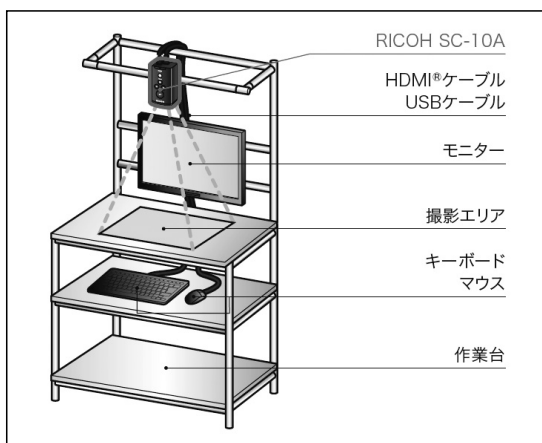

図4 システム構成イメージ
- カメラに画像認識とアプリケーションをすべて内蔵する一体型にすることにより、PCが不要となり、コスト削減・省スペース化を実現できる(図4)。